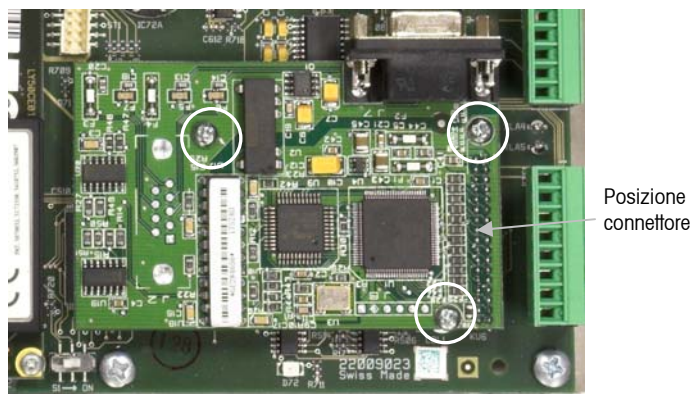

Figura 3-51: Modulo dell'interfaccia PLC installato sulla PCB principale
Per rimuovere un modulo dell'interfaccia PLC dalla PCB principale, svitare e rimuovere le tre viti (indicate nella Figura 3-51) che lo bloccano in posizione e sollevarlo attentamente dal rispettivo connettore.
3. Installare le tre viti indicate nella Figura 3-51.